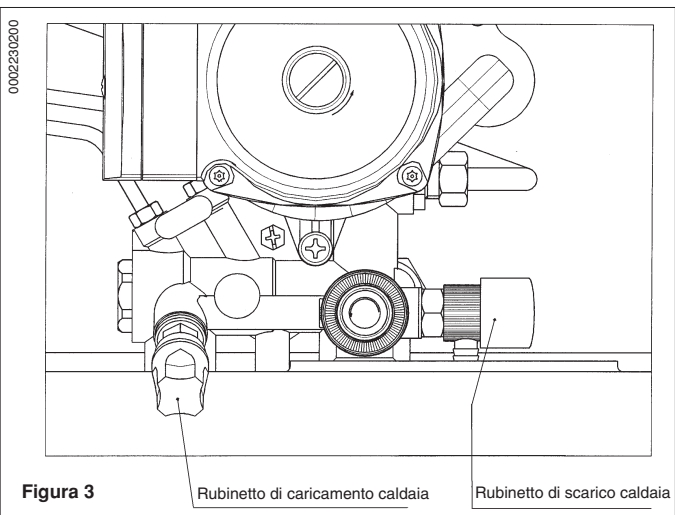

Figura 3
Importante: Verificare periodicamente che la pressione, letta sul manometro (14), ad impianto freddo, sia di 0,5 - 1 bar. In caso di sovrappressione agire sul rubinetto di scarico caldaia. Nel caso sia inferiore agire sul rubinetto di caricamento della caldaia (figura 3).